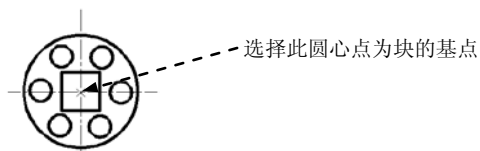

图 10.1.4 创建块的图形对象
下面将图 10.1.4 中的所有图元创建为块。
Step4. 指定块的基点。单击基点选项组中拾取点(P) 旁边的 按钮，然后用圆心捕捉的方法选取图 10.1.4 中的圆心点作为块的基点。
Step5. 选择组成块的对象。选中对象选项组中的 保留(R) 单选项，再单击该选项组中
选择对象  旁边的  按钮，此时系统自动切换到绘图区，用窗口选择方法选取图 10.1.4 中所有的图元，然后按 Enter 键返回到“块定义”对话框。